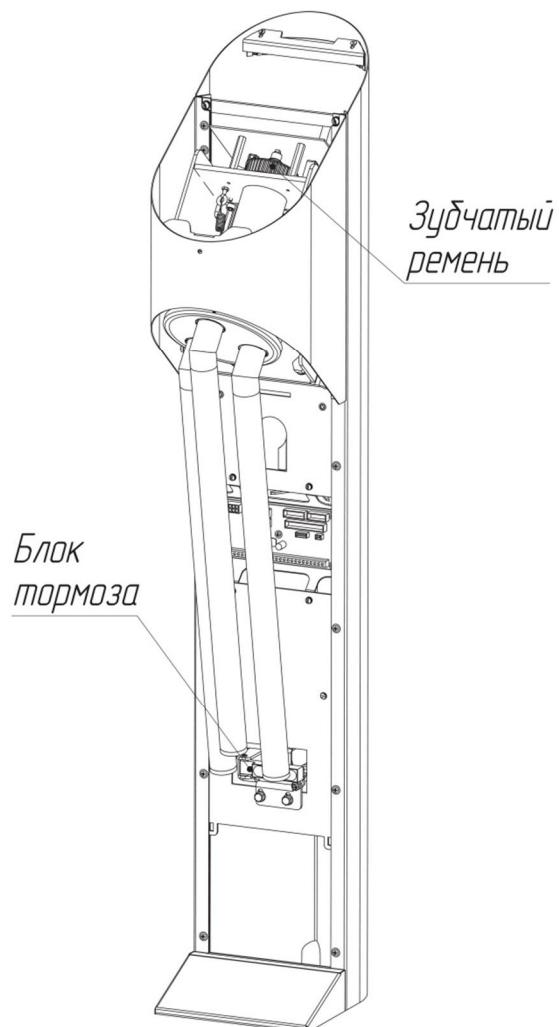

Рис. 11
- 4.4. Проверьте состояние зубчатого ремня и его натяжение (Рис. 11).
- 4.5. Проверьте общее состояние резиновой пластины блока тормоза (Рис. 11).